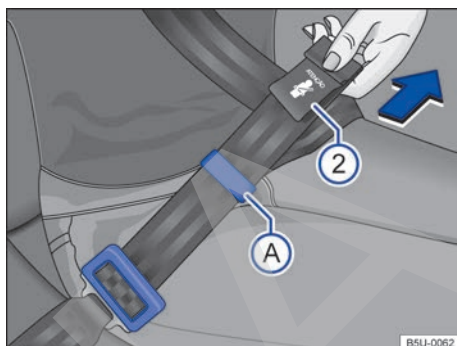

Fig. 56 Ajustar la banda del cinturón de seguridad.
- Tirar de la parte superior (región en que se encuentra la etiqueta) \Rightarrow fig. 56 ② en el sentido de la flecha. Mantener una distancia del pasador (A) a la hebilla según \Rightarrow fig. 56 para facilitar el deslizamiento de la banda del cinturón. Se recomienda una holgura de hasta 5 cm (3 dedos) en la región del tórax, por razones de confort.
- Después de finalizar el ajuste, posicionar el pasador \Rightarrow fig. 56 (A) lo más próximo posible de la etiqueta en la extremidad del cinturón \Rightarrow fig. 56 ②.